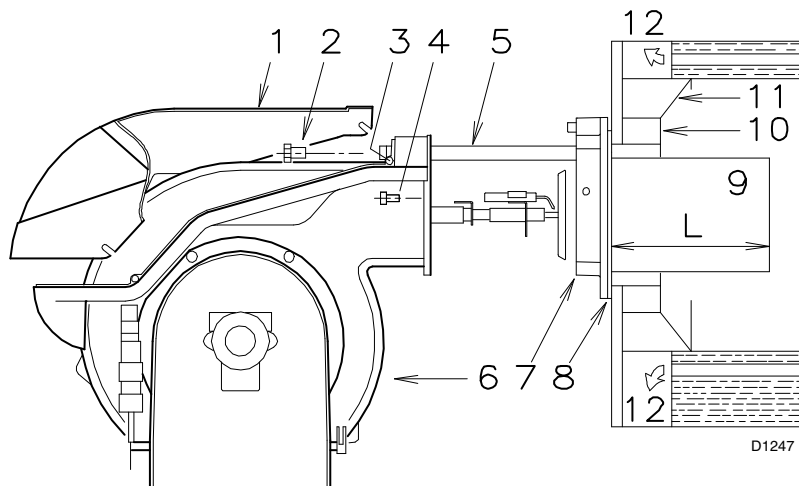

Fig. 7
En calderas con frontal refrigerado por agua, no es necesario el revestimiento refractario 10)-11) (Fig. 7), salvo que lo indique el fabricante de la caldera.
Fijar la brida 7) (Fig. 7) a la placa de la caldera, intercalando la junta 8) (Fig. 7) que se suministra. Utilizar los 4 tornillos que se suministran, después de haber protegido la rosca con algún producto antibloqueo.
- Abrir el quemador sobre las guías como en (Fig. 7, pág. 9).